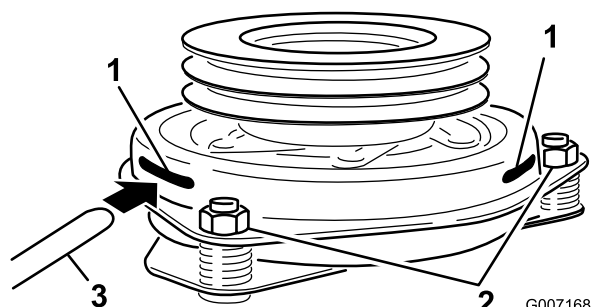

Figura 57
9. Introduzca una galga de 0,381–0,533 mm (0,015–0,021 pulg.) por una ranura de inspección en el lateral del conjunto. Asegúrese de ubicarla entre las superficies de fricción del rotor y el inducido (Figura 57).
10. Apriete las contratueras hasta fijar ligeramente la galga pero dejando que ésta se pueda mover con facilidad en la separación (Figura 57).